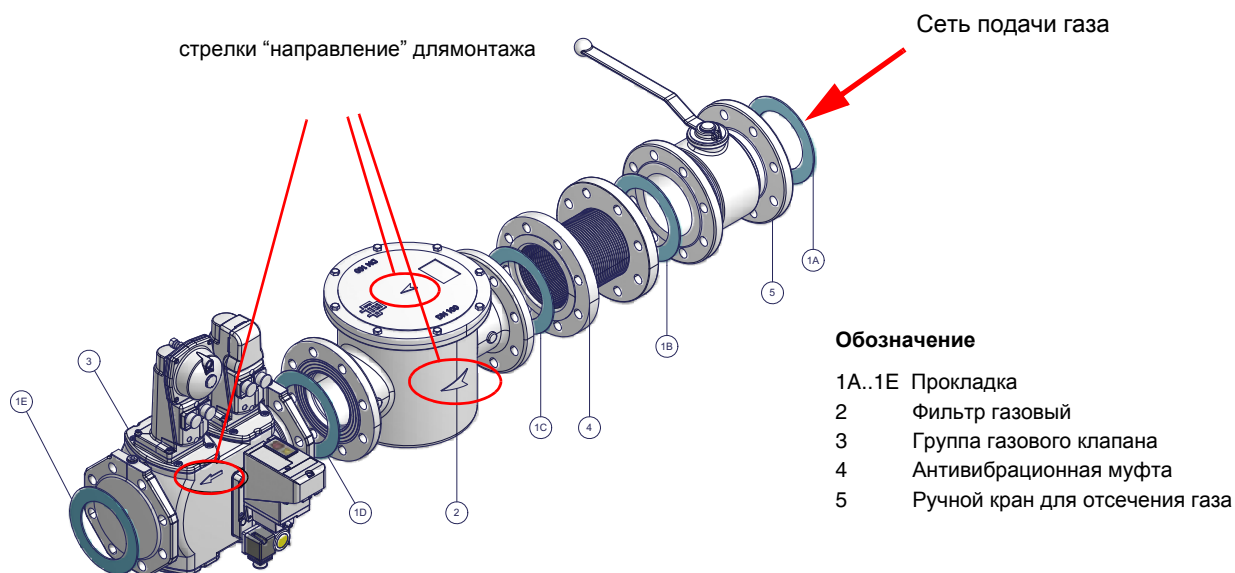

Рис. 6 - Пример газовой рампы
- 1 - б) при фланцевых соединениях: между соседними компонентами устанавливать прокладку (1А..1Е - Рис. 6), совместимую с используемым газом,